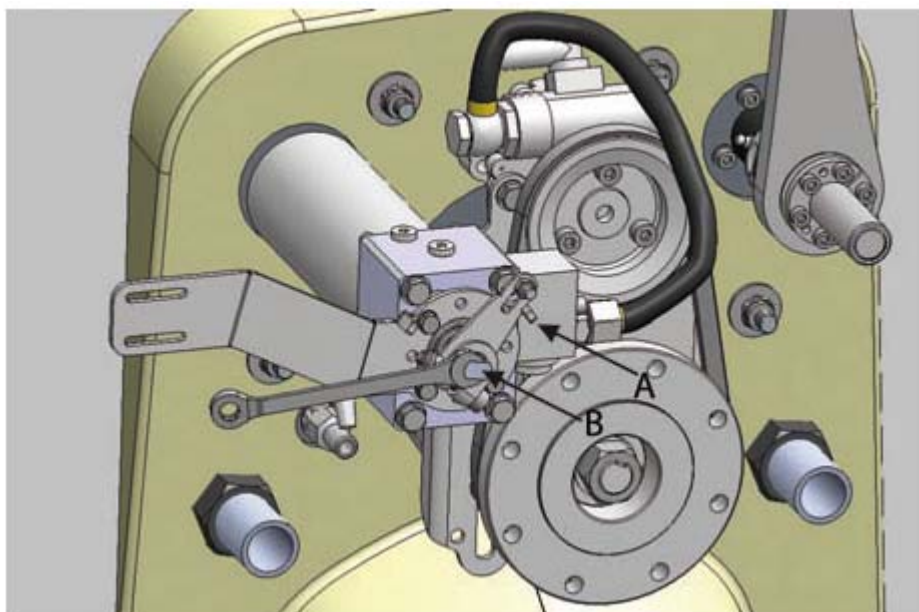

Figura 71. Funzionamento dell'albero e del limitatore
3. Spostare la leva fino allo scontro di fine corsa sull'albero (figura 71, punto A).
5. Con una chiave ruotare l'albero (figura 71, punto B) di 10 mm in senso orario in modo che il deflettore sia abbassato bloccando il flusso del getto.